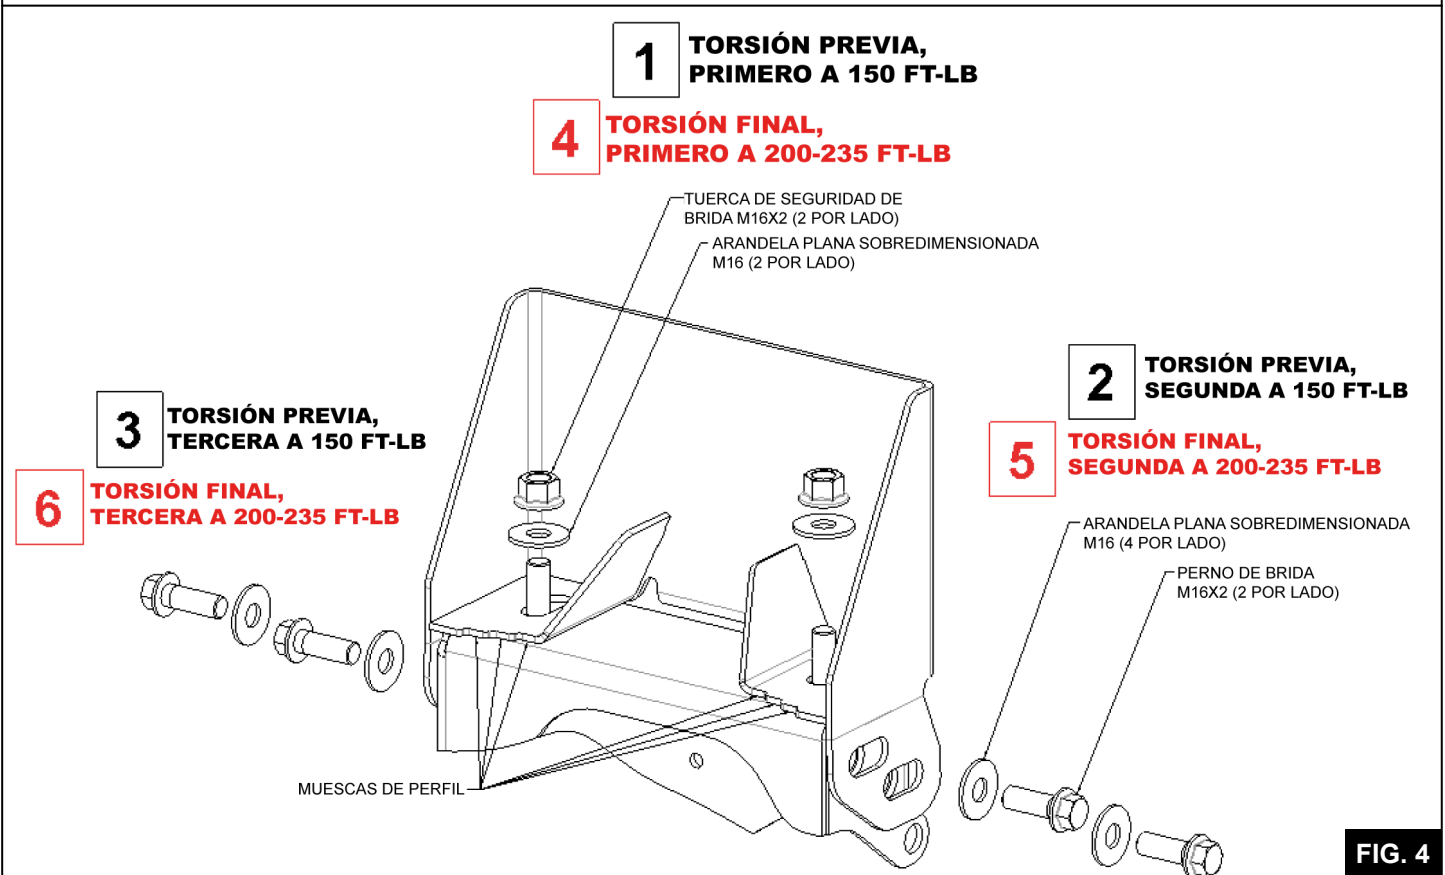

FIG. 4
9.6 Ensamble la suspensión a los soportes frontales del bastidor con los herrajes de montaje proporcionados (vea en la Fig. 4 los detalles de sujeción).
NOTA: Centre la suspensión en el camión usando las muescas de perfil en el gancho como un indicador visual (Consulte la Fig. 4).
TORSIÓN Los sujetadores M16 se muestran en la Fig. 4.